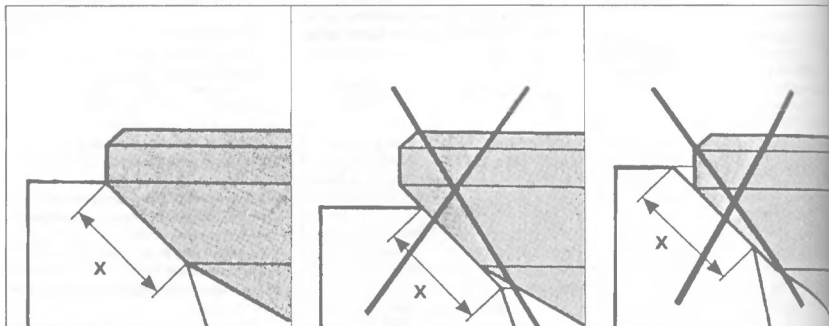

Рис. 4.47
**Внимание!** Проверьте правильность прилегания клапана к его седлу (рис. 4.47).